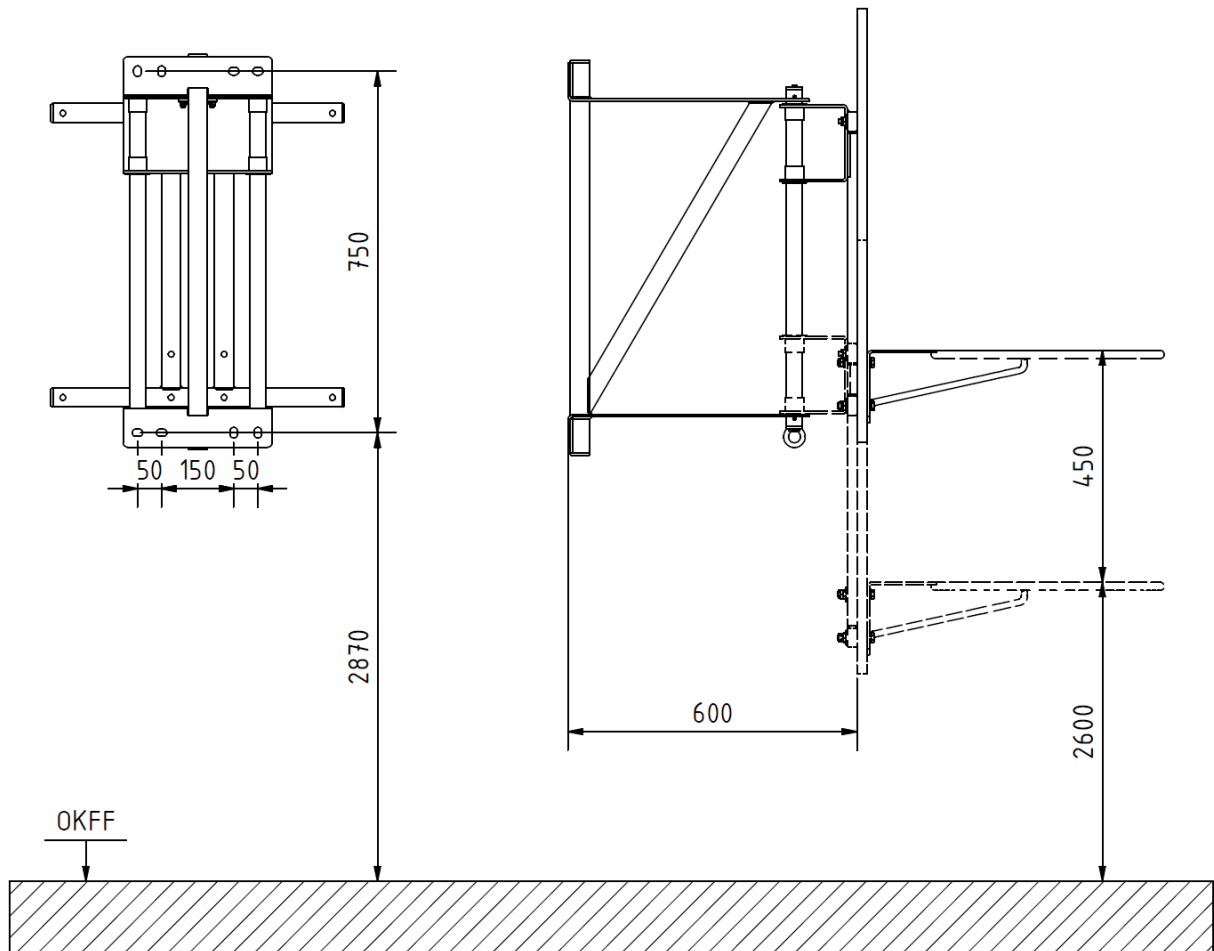

Abbildung 3: Bohrbild für die Wandmontage (alle Angaben in mm)
Befestigen Sie die Basketball-Übungsanlage ① mithilfe des Bohrbildes aus Abbildung 3 an der Wand, unter Verwendung von geeignetem Befestigungsmaterial.